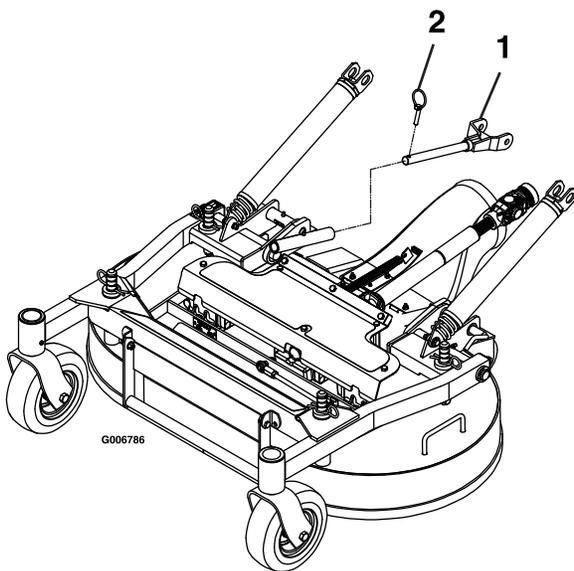

Bild 76
6. Entfernen Sie die Klappstecker vorne an den Schubarmen an beiden Seiten der Maschine (Bild 76).
6. Befestigen Sie die Schubarme mit den Klapsteckern an der linken und rechten Seite der Maschine (Bild 76).